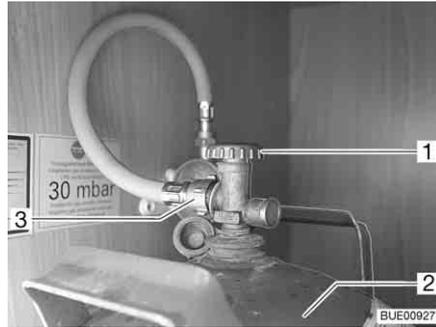

Fig. 146 Compartiment à gaz
- Fermer le robinet principal (Fig. 146,1) de la bouteille de gaz (Fig. 146,2). Observer le sens de la flèche.
- Dévisser à la main la lyre (Fig. 146,3) de la bouteille de gaz (filetage à gauche).